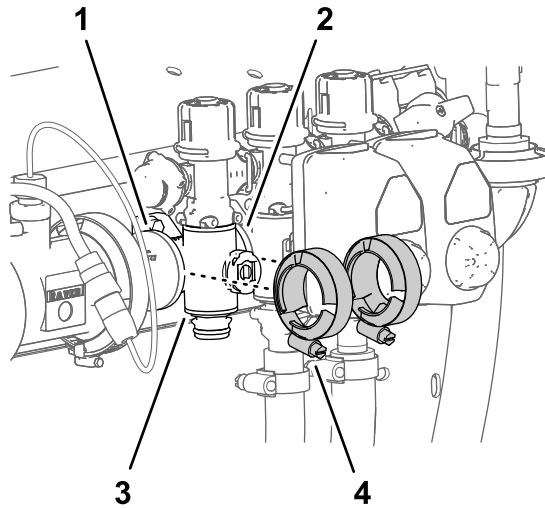

Figure 126
- Retirez les 2 colliers bride qui fixent la valve de collecteur de section aux brides des composants adjacents (Figure 126).